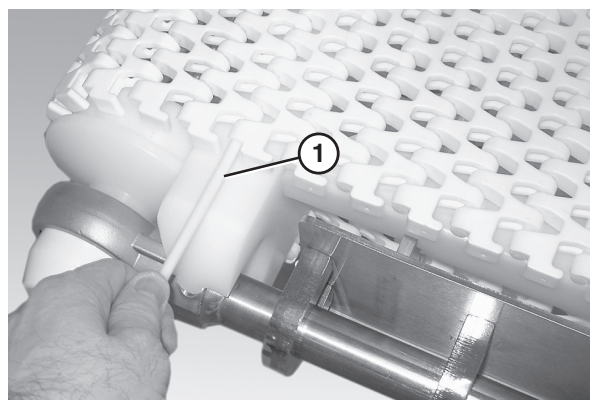

Figura 20
4. Introduzca la varilla de la cinta (Figura 20, ítem 1).